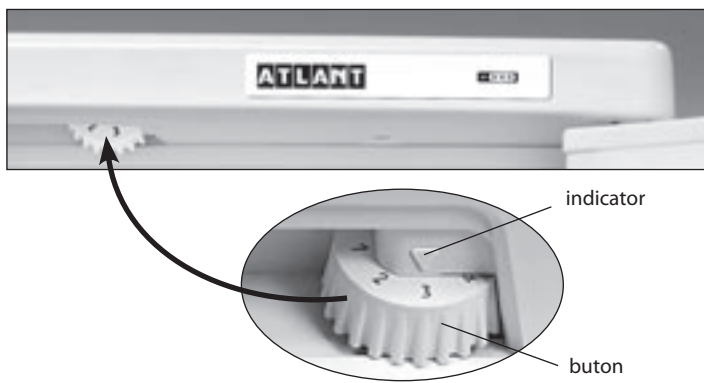

Figura 3 — Reglarea temperaturii
1.4 Elementul de reglare a temperaturii din frigider, în conformitate cu Figura 3 este butonul de reglare a temperaturii (numit în continuare - buton), care se află sub masca frigiderului. Butonul se rotește în sensul acelor de ceasornic sau în sensul contrar al acestora și are diviziuni numerice. Diviziunea "1" corespunde celei mai joase setări de temperatură (răcire minimă) în camera frigorifică, diviziunea "7" – celei mai înalte setări de temperatură (răcire maximă). Pentru a regla temperatura, fixați diviziunea butonului sub indicator.
Deschideți ușa CF și fixați sub indicator diviziunea "2" a butonului. Închideți ușa CF. Pentru setarea temperaturii optime pentru păstrarea produselor în camera frigorifică, efectuați reglarea cu ajutorul butonului în conformitate cu figura 3. În cazul dacă după ajustarea sau schimbarea condițiilor de exploatare compresorul a început să funcționeze continuu, este necesar de a roti rola în direcția reducerii decalajului digital până când se fixează cu clic în termostat. După ajustare temperatura în frigider se menține în mod automat.